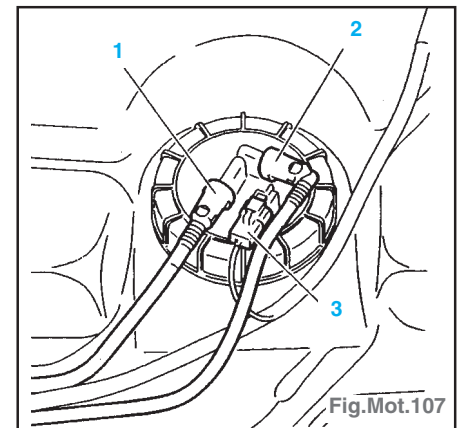

Fig.Mot.107
- Désaccoupler et obturer les tubes (1) et (2) ; à l'aide des outils [1].
- Déconnecter le connecteur (3) (Fig.Mot.107).